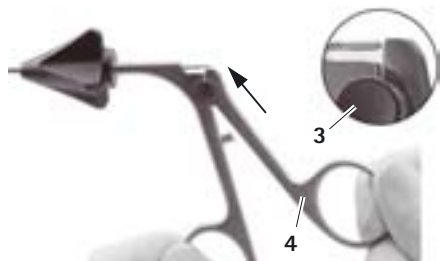

Abb. 10
- Bewegliches Griffteil **4** unter gleichzeitigem Fassen am Arbeitseinsatz **7** nach oben schieben, bis der Knopf **3** einrastet, siehe Abb. 10.